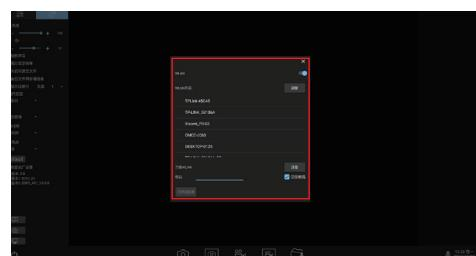

图3
- (4) 选择本地局域网账号 (如图3)，输入密码后点“连接”按钮。